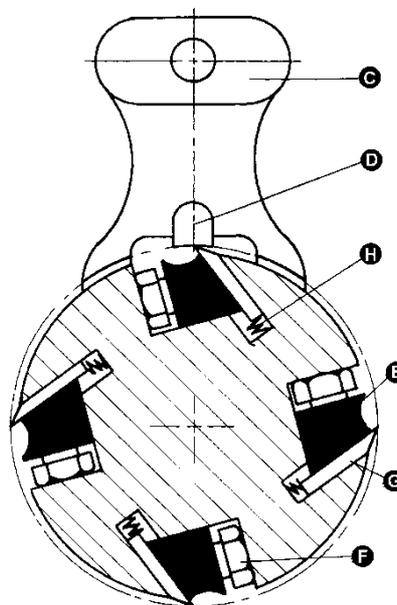

Рис. 20
3. Для проверки и регулировки ножей используйте шаблон (см. Рис. 20, 21), проверьте все четыре ножа. Ножи должны касаться нижнего края центрального выступа шаблона.
4. Если требуется регулировка одного или более ножей, немного ослабьте прижимную планку ножа (Е, см. Рис. 20), повернув шесть стопорных винтов (F, см. Рис. 20) на прижимной планке. Поверните винты так, чтобы только ослабить прижим ножей в посадочном пазу вала, не нарушая установку и положение самих ножей. Сделайте это для всех четырех ножей одновременно.
5. Поместите шаблон на нож (G, см. Рис. 20), продолжайте ослаблять стопорные винты (F, см. Рис. 20), пока пружины (H, см. Рис. 20) не начнут поднимать нож. Когда нож коснется центрального выступа (D, см. Рис. 20) зафиксируйте прижимную планку, немного закрутив шесть стопорных винтов (F, см. Рис. 20) в пазу.
7. После того, как все четыре ножа закреплены винтами, туго закрутите шесть стопорных винтов (F, см. Рис. 20, 21) первого ножа в пазу, начиная с винтов по краям, затем центральные винты,
3. Чтобы снять нож, ослабьте прижимную планку (E, см. Рис. 20), повернув шесть стопорных винтов (F, см. Рис. 20) на прижимной планке. Снимите прижимную планку (E, см. Рис. 20), нож (G, см. Рис. 20) и пружины (H, см. Рис. 20).
8. Поместите на нож шаблон (C, см. Рис.20).
9. Придерживая шаблон на ноже, ослабьте все шесть стопорных винтов (F, см. Рис. 20), поворачивая их на прижимной планке (E, см. Рис. 20), пока режущий край не коснется выступа (D, см. Рис. 20) на шаблоне. Зажмите прижимную планку, закрутив обратно шесть стопорных винтов в пазу.
11. После того, как все четыре ножа закреплены винтами, поставьте на место и закрутите шесть стопорных винтов (F, см. Рис. 20) в пазу, начиная с винтов по краям, затем центральные винты, пока нож не будет надежно закреплен в валу. Таким же образом затяните три оставшихся ножа.